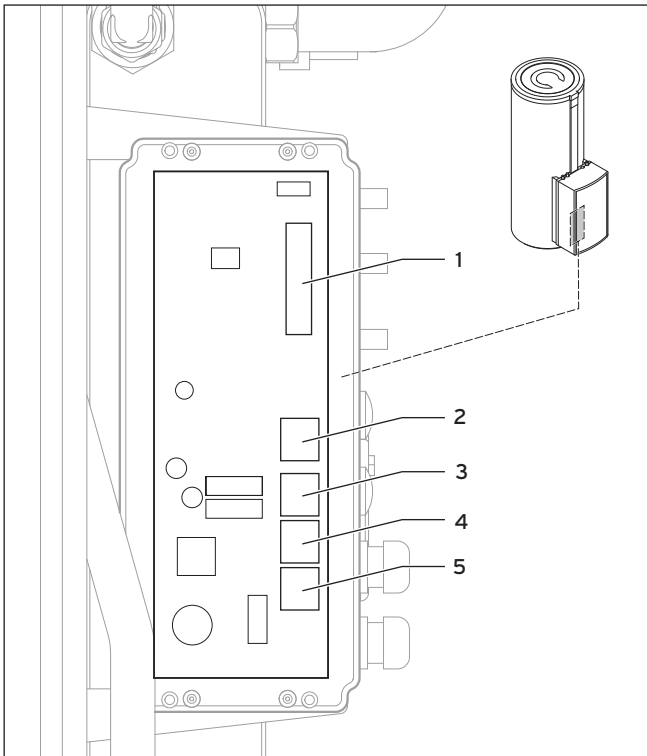

Fig. 4.11 Collegamenti della stazione di acqua dolce e dei componenti accessori nella scatola di comando
- Eseguire il cablaggio di connessione degli accessori alla stazione di acqua dolce (→ **Fig. 4.11**).